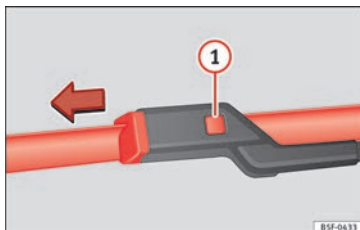

Fig. 82 Cambio de las escobillas del limpiaparabrisas.
- Mantenga presionada la tecla de desbloqueo » **fig. 82** **1** tirando ligeramente de la escobilla en el sentido de la flecha.